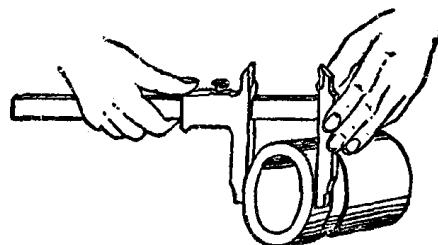

图13 用游标卡尺测量外径较大工件时的拿法
(7) 当利用较长的游标卡尺测量尺寸较大的工件时，必须用两只手来使用游标卡尺(如图13)。